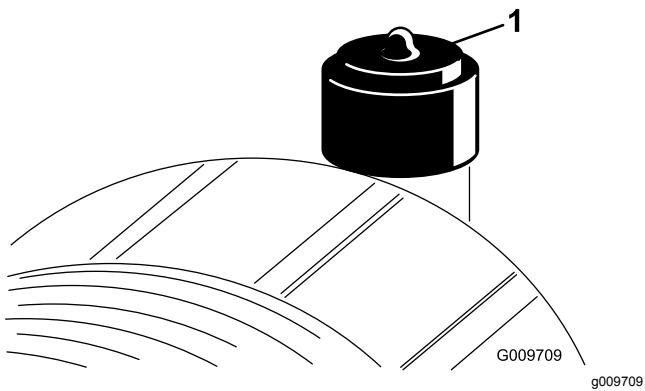

Figura 32
Effettuate la manutenzione del filtro dell'aria quando l'indicatore (Figura 32) lo richiede. Sostituendo il filtro dell'aria prima del necessario si aumenta il rischio che la morchia penetri nel motore quando si toglie il filtro.
- Se la spia (Figura 32) è rossa, resettatela.